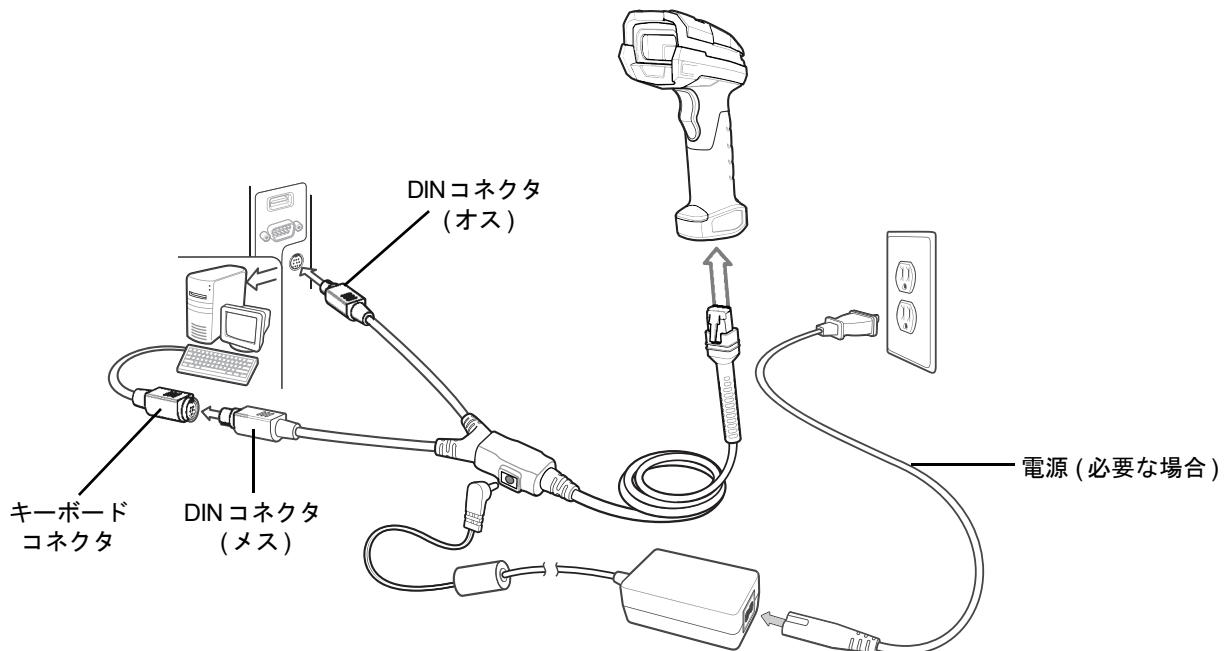

図 11-2 Yケーブルによる DS3608 への キーボード インタフェース 接続
**✓ メモ** 必要なインターフェースケーブルは、設定によって異なります。図 11-2 のイラストに示したコネクタは、あくまでも例です。実際には、別のコネクタが使用される場合もありますが、デジタルスキャナの接続手順は同じです。